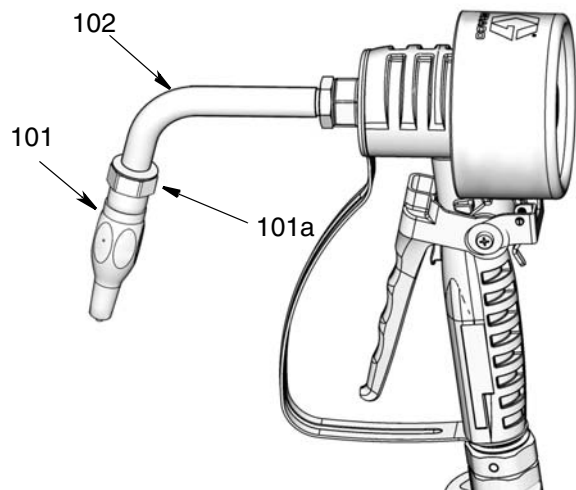

FIG. 7
- a. Aperte o bico (101) na extensão (102), conforme mostra a FIG. 7.
- b. Utilize uma chave inglesa ajustável com extremidade aberta nas partes planas do casquilho do bico (101a) (FIG. 7) para apertar o encaixe.